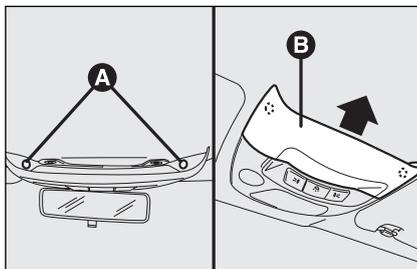

fig. 41
- premere sui sistemi di ritenuta **A-fig. 41** e sfilare il preformato **B**;